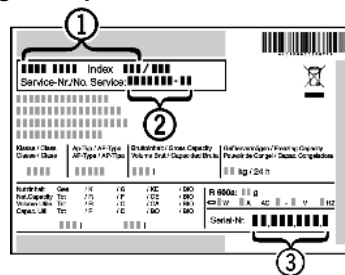

Fig. 31
- Consulter la désignation de l'appareil Fig. 31 (1), le N° de service Fig. 31 (2) et le N° de série Fig. 31 (3) sur la plaque signalétique. La plaque signalétique se trouve à l'intérieur de l'appareil, sur le côté gauche.